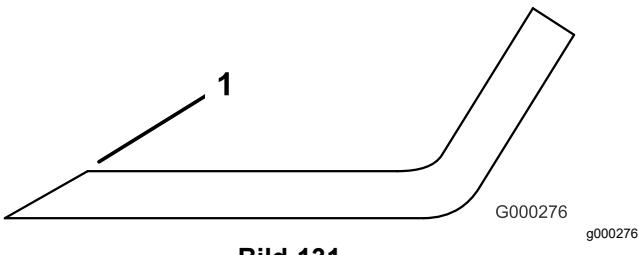

Bild 131
3. Prüfen Sie die Schnittkanten aller Messer und schärfen die Kanten, wenn sie stumpf sind oder Kerben haben (Bild 131).
**Hinweis:** Schärfen Sie nur die Oberseite der Schnittkante und behalten Sie den ursprünglichen Schnittwinkel bei, um die Schärfe des Messers zu gewährleisten (Bild 131). Das Messer bleibt ausgewuchtet, wenn Sie die gleiche Menge Metall von beiden Schnittkanten entfernen.